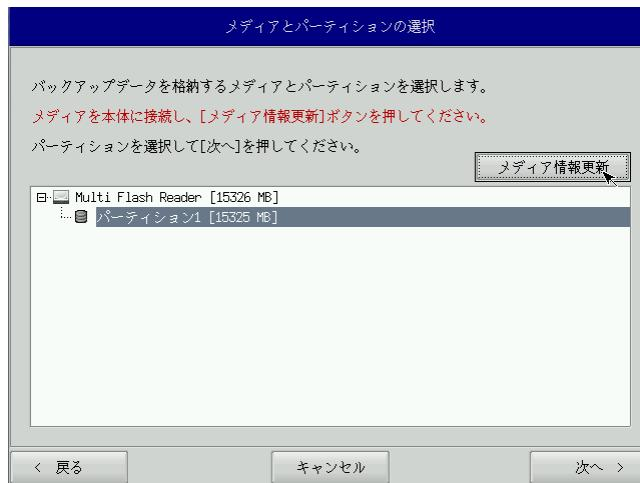

図 6-4-1. メディアとパーティション選択画面
- ⑤ メディアとパーティション選択画面（図 6-4-1）が表示されます。本体にメディアを接続し、[メディア情報更新] ボタンを押してください。バックアップファイルを保存するメディアのパーティションを選択し、[次へ] ボタンを押します。